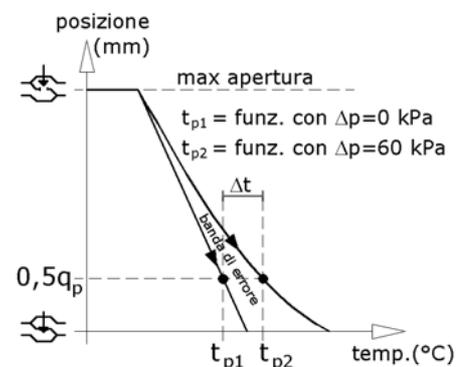

Fig. 4 Influenza pressione differenziale
G) Influenza della pressione differenziale: La caratteristica di chiusura di una valvola termostatica viene influenzata sia dalla pressione statica che dalla pressione differenziale agente come contropinta sull'attuatore di chiusura. Questa influenza è evidenziata dalla fig. 4 in cui la curva 1 rappresenta il funzionamento della valvola termostatica in assenza della pressione mentre la curva 2 il funzionamento in presenza di pressione. Come si vede in chiusura la distanza (errore) tra le due curve aumenta in modo sensibile. La pressione differenziale provoca un maggior errore soprattutto quando lo stelo della valvola è in prossimità della chiusura, ovvero quando la pressione differenziale raggiunge il valore massimo. Otturatori conici anziché piatti e attuatori con molle di maggiore rigidità riducono questo errore che la norma UNI-EN 215 consente fino a 1K.